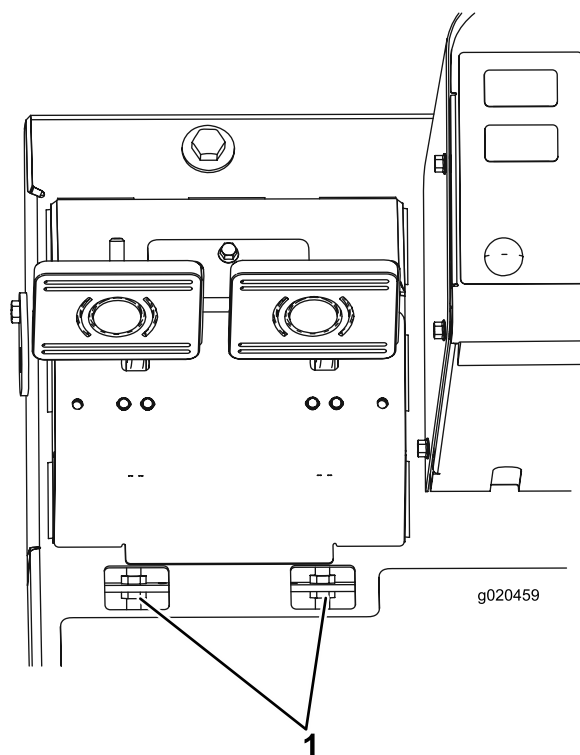

Figura 99
- B. Desaperte a porca dianteira na extremidade roscada do cabo do travão (Figura 99).